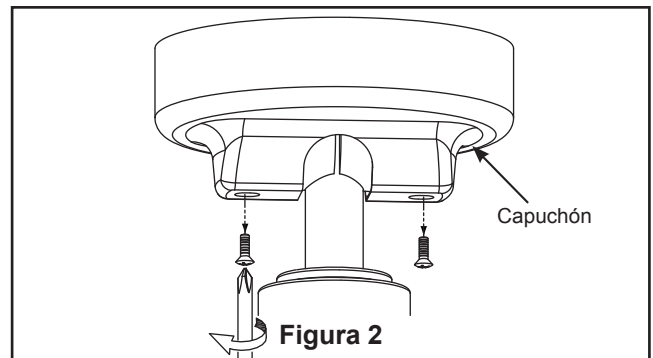

Figura 2
1. Retire el dos tornillos desde el capuchón y retener el tornillos para la reinstalación en el "Instalación de la cubierta del capuchón". (Figura 2)